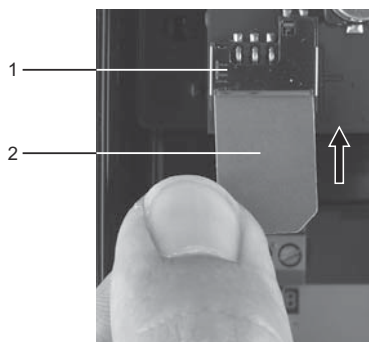

图4 插入SIM卡
3. 将SIM卡插入CIM 260或CIM 280。见图4。
SIM卡的斜边必须朝下。见图4。